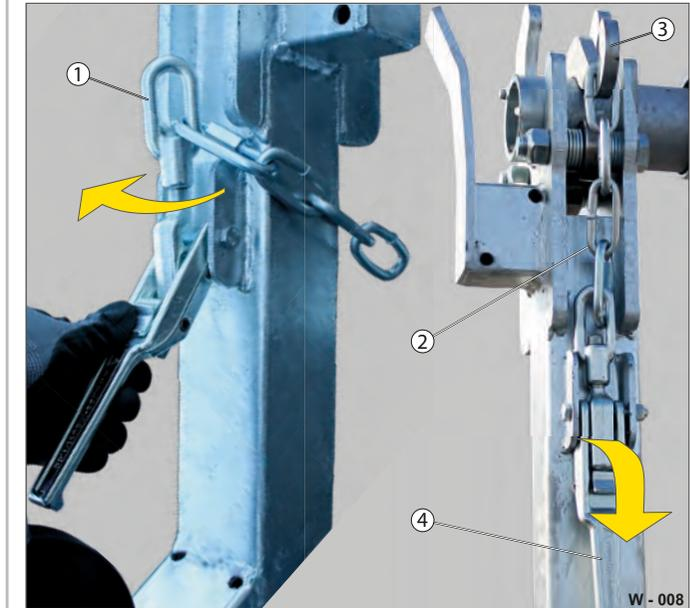

Fig. 8 Réglage de la chaîne de sécurité
! La tension des sauterelles ne doit pas être trop élevée – la chaîne doit rester mobile ! Le crochet (Fig. 8 /3) ne doit pas bloquer l'axe de transport !
- Tournez l'anneau (Fig. 8 /1) de quelques pas de vis.
- Refermez la sauterelle : le levier (Fig. 8 /4) doit être verrouillé.